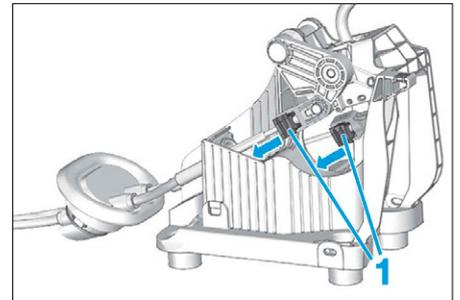

FIG. 12
- Tirer les plaques de verrouillage (1) (suivant flèches) (Fig.12).